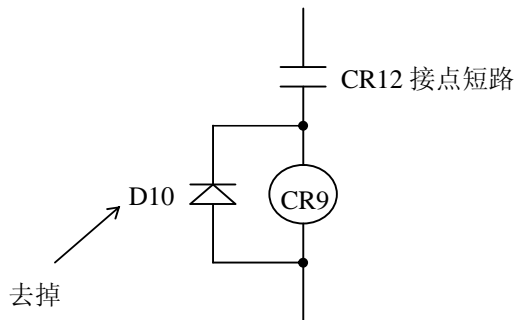

图 2
1. 将继电器 CR9 线圈两端的二极管 D10（S5566GTPA3）去掉，如图 2